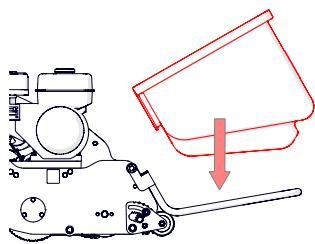

Fig.2B - Montage du sac de ramassage.
1. **Fixez le sac de ramassage** : abaissez le support du sac de ramassage vers l'avant de la machine (Fig.2A). Placez le sac de ramassage sur ce support (Fig. 2B) en retirant tout emballage en plastique qui pourrait être resté.